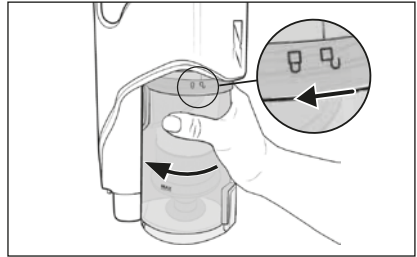

Abb. 17
- 2) Um den Staubbehälter **6** vom Gerät zu entfernen, drehen Sie ihn in Richtung des Symbols  (öffnen), bis er sich vom Gerät lösen lässt (siehe Abb. 17).